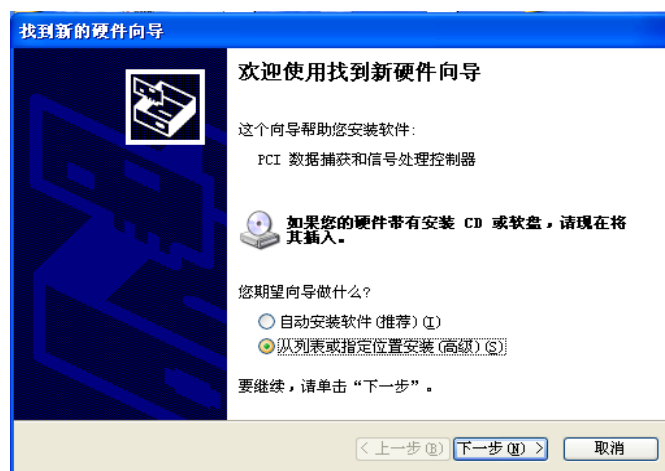

图 5-1 新的硬件安装向导
- 3) 操作系统系统提示发现新硬件，并弹出图 5-1 所示的找到新硬件安装向导；